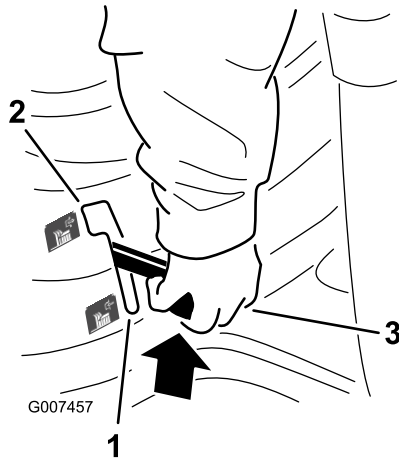

Figure 7
2. Lentement, placez la commande de lame (PDF) en position embrayée (Figure 7).
2. Mettez la commande des lames (PDF) en position Désengagée (Figure 7).